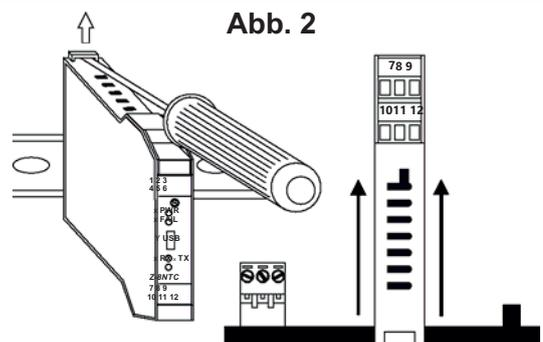

Abb. 2
- 1) Verschieben Sie die beiden Haken auf der Rückseite des Moduls nach außen, wie auf **Abb. 2** gezeigt.
IEC EN 60715: Wie dargestellt auf **Abb. 2**: